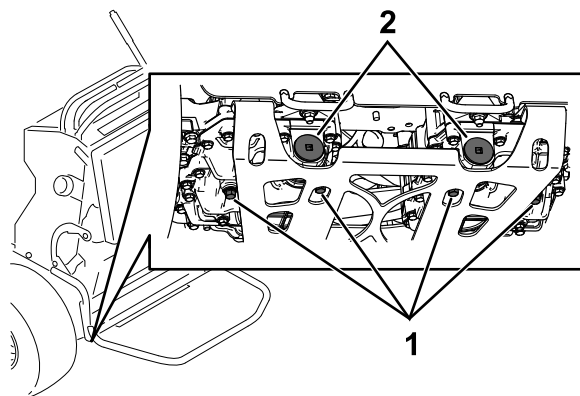

Figura 78
5. Localize o tampão de escoamento na parte inferior de cada transmissão e coloque um recipiente de escoamento debaixo dos tampões (Figura 78).